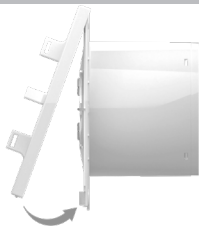

Abb. 4
4. Rasten Sie die Frontplatte auf das Lüftergehäuse ein Abb.4.